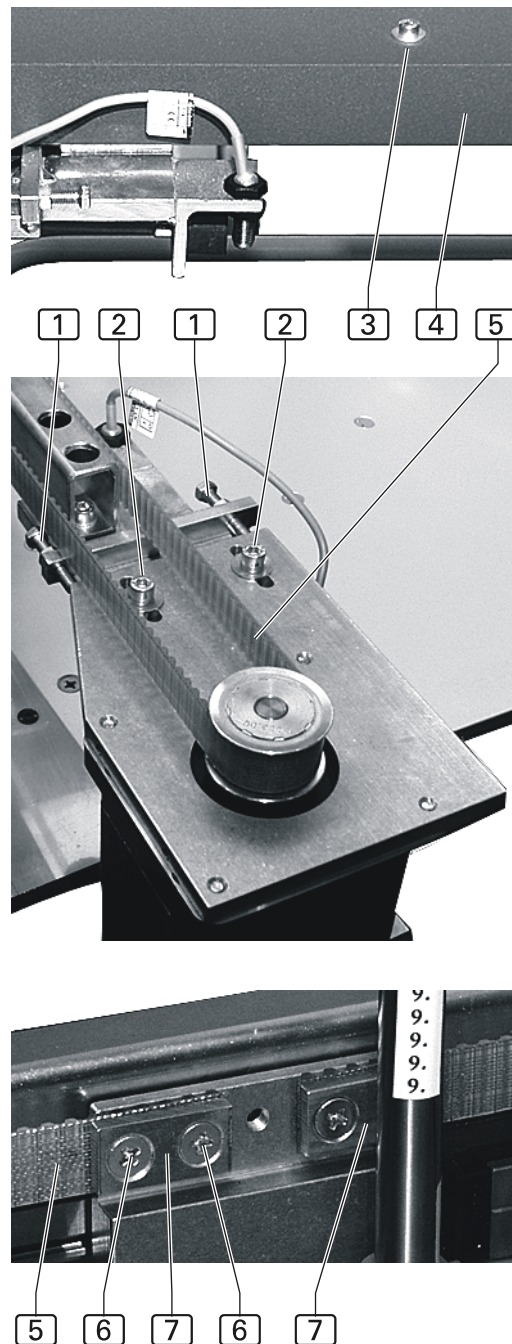

Abb. 11
Abb. 11: Die Fotozellen der Konturenführungen sind durch Klemmblocke auf den Stabhalterungen montiert. Die Position der Fotozellen ist deshalb in alle Richtungen veränderbar. Der Lichtstrahl der Fotozellen sollte immer mittig in der jeweiligen Folienscheibe positioniert werden. Fotozelle ausrichten:
3. **Abb. 11:** Die Befestigungsschrauben [3] der Abdeckung [4] herauschrauben und die Abdeckung abnehmen.